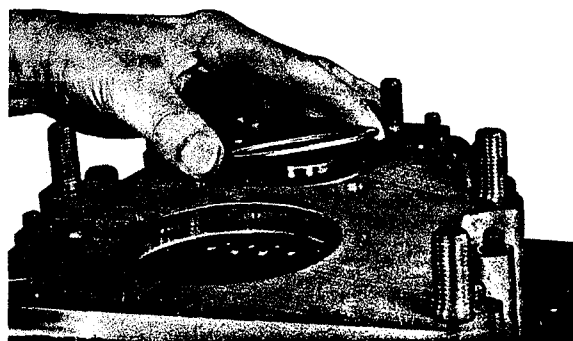

Fig. 43
3. Mettre une rondelle de compensation (301) qui est plus épaisse jusqu'à 0,05 mm que la cote relevée sur la bague extérieure du roulement de devant (fig. 43).